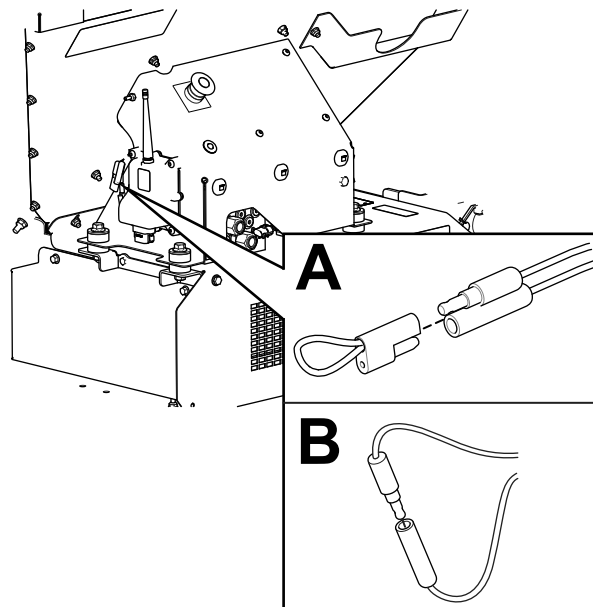

Bild 62
2. Ziehen Sie die unverlierbare Kappe von den zwei Diagnostik-Shuntsteckern ab (Bild 62 A).
3. Stecken Sie die Diagnostik-Shuntstecker zusammen (Bild 62, B).
2. Trennen Sie die Diagnostik-Shuntstecker (Bild 62 B).
3. Drücken Sie die unverlierbare Kappe auf die zwei Diagnostik-Shuntstecker (Bild 62, A).